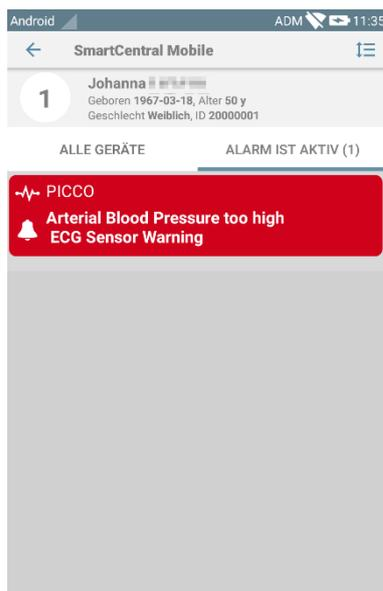

Abb. 24
- Berühren Sie die Meldung, um direkt auf das entsprechende Modul/den Patienten zuzugreifen (siehe ein Beispiel in Abb. 24, siehe Abschnitte 5.9 und 5.9 für eine Beschreibung der jeweiligen Module). Wenn sich die Alarmbenachrichtigung von einem Modul auf einen Patienten bezieht, wird durch Antippen des Alarms die Registerkarte für den alarmierten Patienten angezeigt. Wenn die Alarmbenachrichtigung für mehr als einen Patienten ausgelöst wird, wird darüber hinaus die Liste des alarmierten Patienten angezeigt.